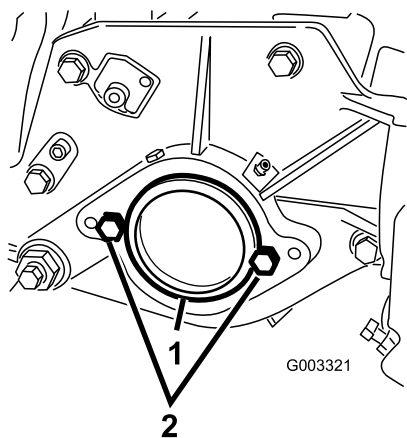

図 7
3. カッティングユニット右側のベアリングハウジングについているプラスチック製のプラグを外す(図7)。
4. 右側サイドプレートから、ボルト2本を外す(図7)。
6. カッティングユニットの左サイドプレートにリールモータ取り付け用のボルト2本を取り付ける(図7)。